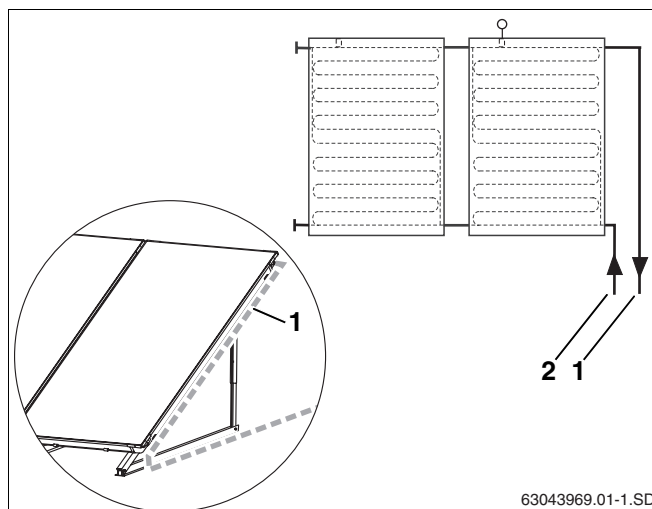

Fig. 55 Conduzione delle tubazioni di adduzione fino al campo di collettori
- Condurre la tubazione di mandata (fig. 55, **pos. 1**), di fornitura del committente, lungo il collettore e non verso il basso perpendicolarmente ad esso.